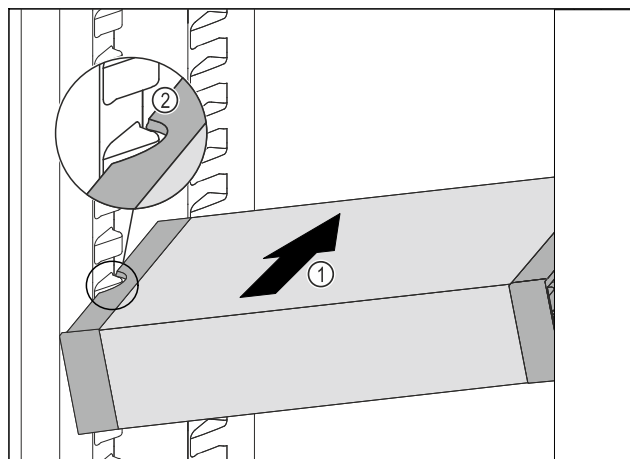

Fig. 109
- Predal VarioSafe potiskajte poševno v hladilnik Fig. 109 (1), dokler stranska izreza Fig. 109 (2) predala VarioSafe nista na višini nastavka za posodo v hladilniku.